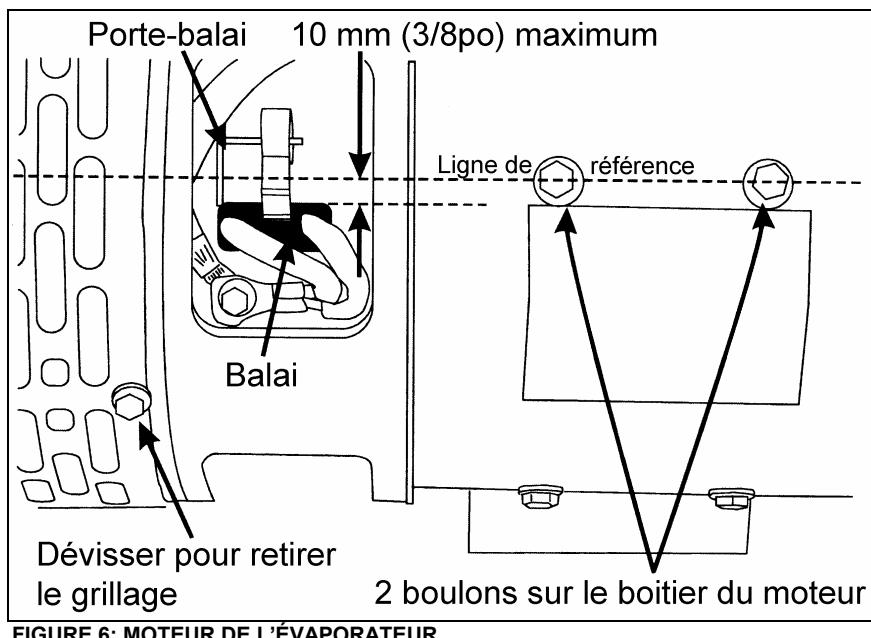

FIGURE 6: MOTEUR DE L'ÉVAPORATEUR
3. Déplacer légèrement le porte-balai exposé de façon à obtenir **30 ± 3 A en 1^{re} vitesse et 64 ± 4 en 2^e vitesse lorsque la porte est fermée**. Respecter la distance maximale de 10 mm (3/8 po) entre la face du balai et la ligne de référence passant au centre des 2 boulons sur le boîtier du moteur (Voir figure 6).